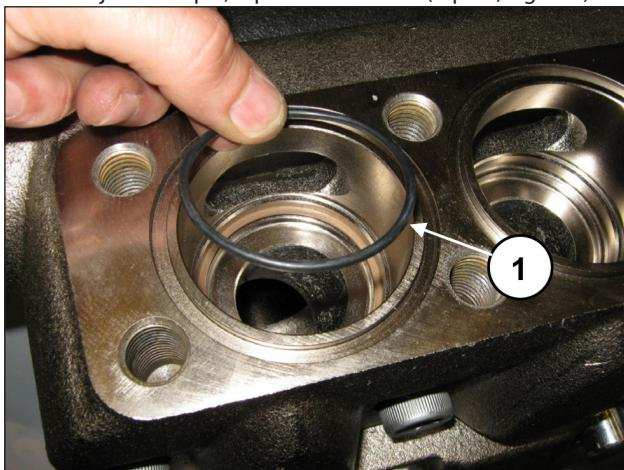

Fig. 156
Insérer le joint torique, rep. vue éclatée 24 (rep. ①, Fig. 156).
Insérer le groupe soupape de refoulement (rep. ①, Fig. 156).